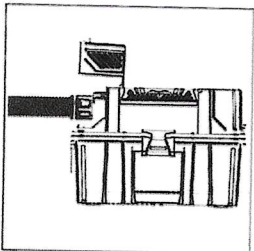

FIG. 7
- Introduceți un capăt al furtunului în orificiul de suflare. (Fig. 7)